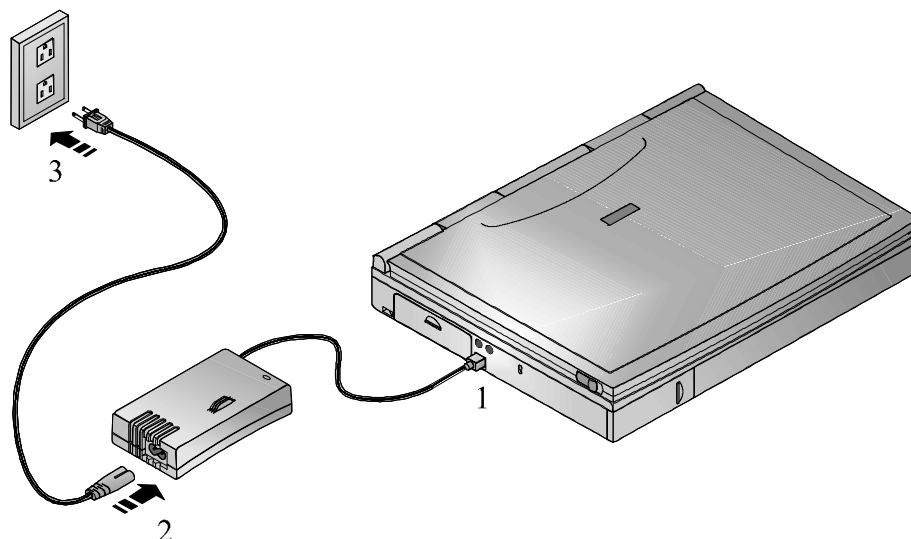

Figura 1-6: Collegamento del notebook all'alimentazione c.a.
2. Collegare il cavo di alimentazione alla porta situata sull'adattatore per c.a. (figura 1-6, passo 2).
3. Collegare il cavo di alimentazione a una presa di corrente. Il LED verde dell'adattatore per c.a. si illumina (figura 1-6, passo 3).